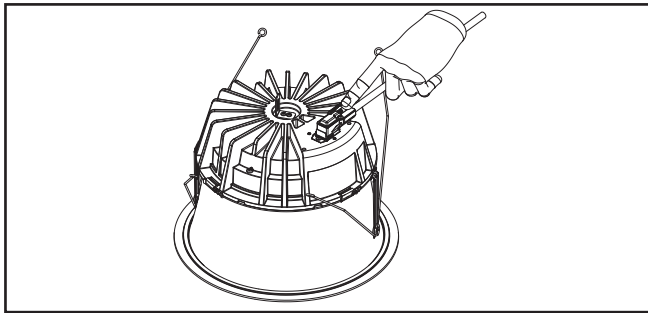

Figura 37
7. Alinee correctamente el conector como se muestra en (Figura 37).